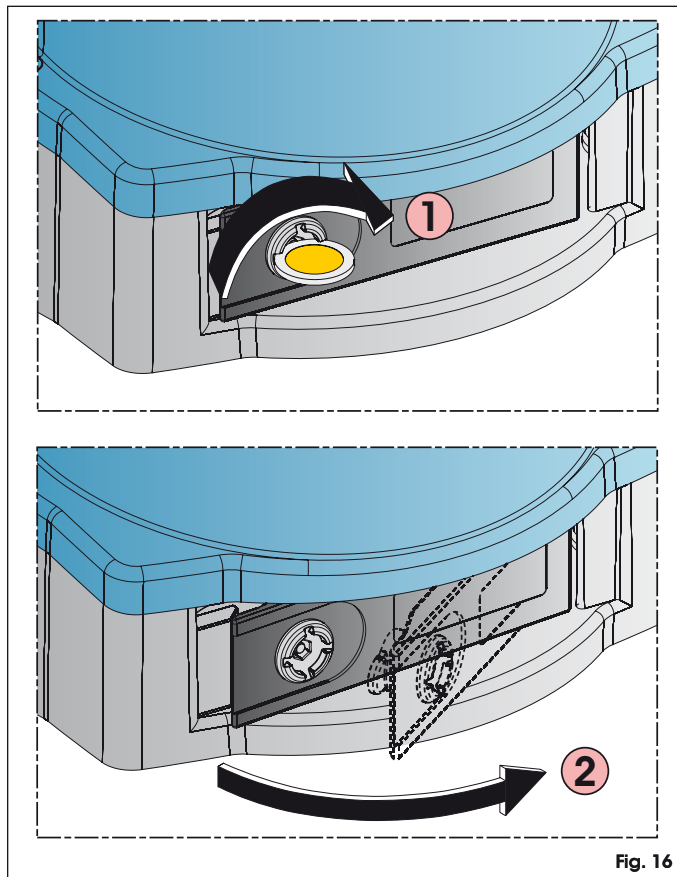

Fig. 16
1. Draai met behulp van een muntstuk de vergrendeling met de wijzers van de klok mee tot deze blokkeert (Fig. 16 ref. ①).
2. Trek aan de hendel zoals aangeduid in fig. 16 ref. ②.